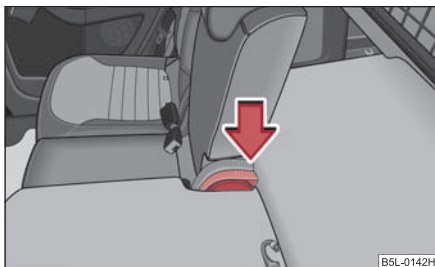

Fig. 90 Replegar el respaldo
- Presionar la palanca ⇒ fig. 90 y replegar el respaldo. Asegúrese de que el respaldo haya encastrado.